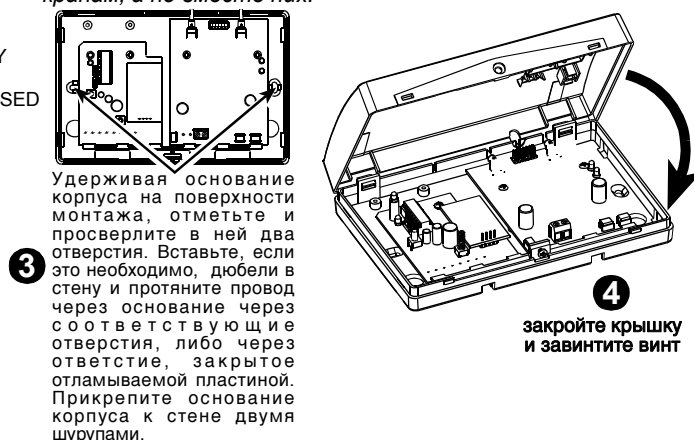

Рис. 2 - Монтаж блока управления
- Снимите верхнюю крышку контроллера (см. рис.2, операция 1 и 2)
До начала монтажа отключите питание, которое включалось в процессе регистрации датчиков. Установите блок управления, как показано на рис.2 (операция 3), на высоте не менее 1,2 м.
2. Убедитесь, что через несколько секунд запорный кран(ы) будет закрыт и что во время закрывания крана красный светодиод **Closed** (рис.2) мигает. После закрывания крана красный светодиод должен гореть непрерывно, а индикатор состояния запорного крана (см. рис.4) должен показывать состояние "closed" (закрыто).
- Убедитесь, что через несколько секунд запорный кран(ы) будет открыт и что во время открывания крана красный светодиод **Closed** (рис.2) мигает. После открывания крана красный светодиод должен погаснуть, а индикатор состояния запорного крана (рис.4) должен показывать состояние "орен" (открыто).
- Погрузите в воду чувствительные элементы детекторов протечки (см. рис.1) (например, в стакан с водой) и убедитесь, что через несколько секунд запорный кран (краны) закроются. В процессе закрывании кранов красный светодиод **Closed** (см. рис.2) должен мигать. После полного закрывания крана красный светодиод **Closed** должен гореть непрерывно, а статус-индикатор запорного крана(ов) (см. рис.4) должен показывать положение "закрывто".
Тщательно закройте переднюю крышку корпуса контроллера, выпрямите антенну и заверните крепежный винт крышки корпуса (рис.2).